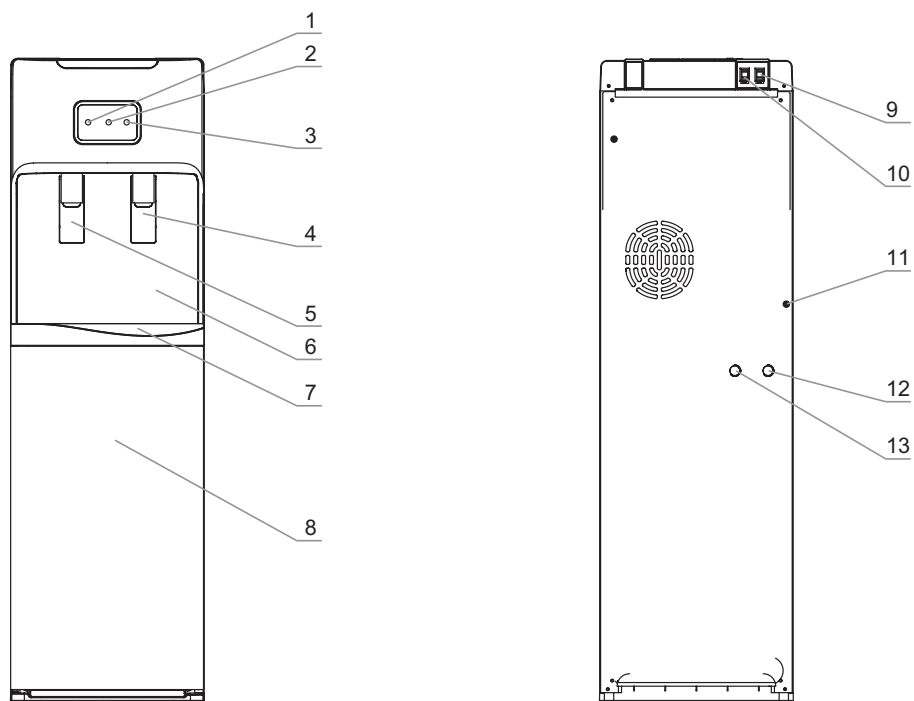

Рис. 1. Схема аппарата V115AE
Для того чтобы налить горячую воду, нажмите кружкой на кран подачи горячей воды (рис. 1–5). Для того, чтобы налить холодную воду нажмите кружкой на кран подачи холодной воды (рис. 1–4). В силу технических особенностей кранов допустимо подкапывание воды в объеме 5–10 мл, после каждого использования аппарата, капли стекают в лоток каплесборника (рис. 1–7).
## Выключатели нагрева (рис. 1–9) и охлаждения (рис. 1–10)
Индикатор охлаждения воды (синий) (рис. 1–1) горит, когда аппарат охлаждает воду.
Индикатор нагрева воды (красный) (рис. 1–2) горит, когда аппарат нагревает воду.
Индикатор замены бутылки (желтый) (рис. 1–3) загорается через 5–10 минут после того, как вода в бутылки закончилась и пора заменить бутылку.
4. Остатки воды в системе необходимо слить через сливные отверстия (рис. 1–12, 1–13), расположенные на задней стенке аппарата, после чего закрыть отверстия.
6. Промойте аппарат чистой водой: необходимо залить в систему около 4 литров чистой воды, затем слить через краны подачи горячей (рис. 1–5) и холодной воды (рис. 1–4) и отверстия для слива (рис. 1–12, 1–13). При необходимости повторите процедуру.